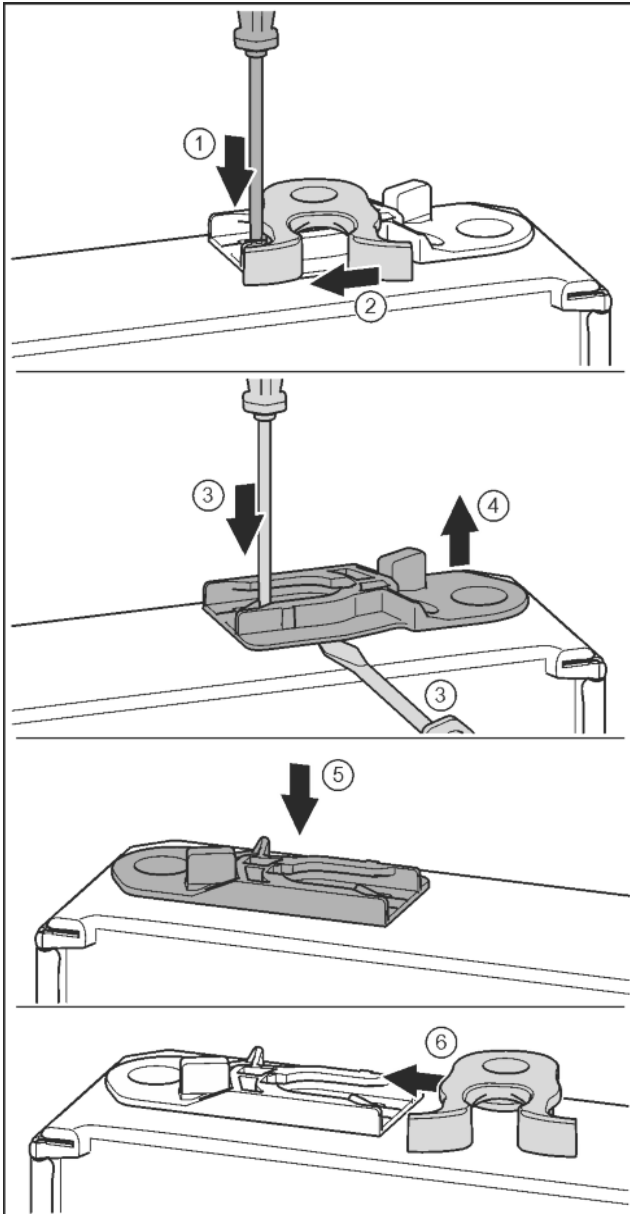

Fig. 18
- Lasche mit Schlitzschraubendreher nach unten drücken. Fig. 18 (1)
- Schließhaken aus Führung ziehen. Fig. 18 (2)
- Führungsbuchse herausziehen: Lasche mit Schlitzschraubendreher drücken und gleichzeitig mit Schlitzschraubendreher unter Führungsbuchse fahren. Fig. 18 (3, 4)
- Im Lieferumfang beiliegende Führungsbuchse auf anderer Gehäuseseite einschieben. Fig. 18 (5)
- Schließhaken in Führung schieben. Fig. 18 (6)